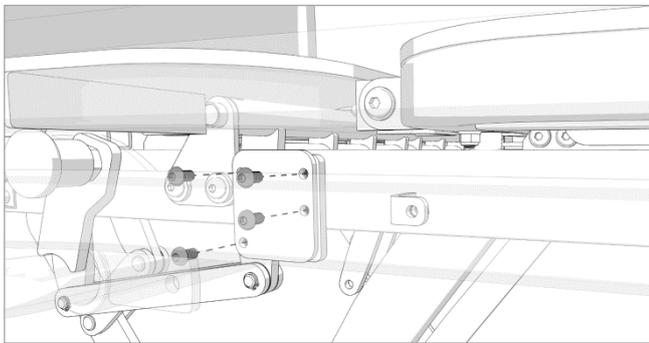

Figure 6.11
10. Fixez le support de la barrière latérale à l'aide des quatre boulons M6 x 10 comme illustré sur la Figure 6.11. (Certains composants de la barrière latérale sont transparents sur l'illustration pour plus de clarté.)